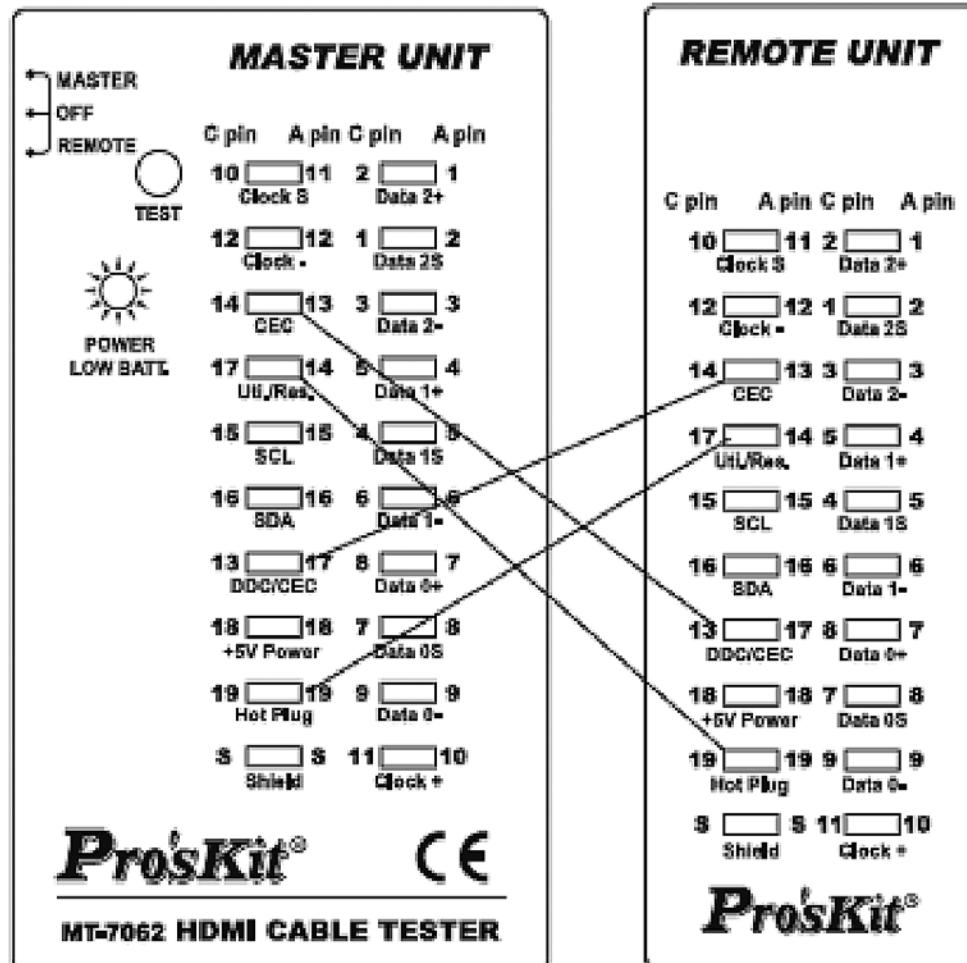

Рис. 9. Кросс, перекрестное подключение проводов (Crossover)
- Кросс, перекрестное подключение проводов (Crossover): индикаторы на основном блоке и модуле для удаленного контроля блока, в том числе и с кросом, будут светиться поочередно. Пример такой неисправности для кабеля HDMI A-A с перекрестным включением проводов 13–17 и 14–19 и для HDMI (тип A) — Mini-HDMI (тип C) с перекрестным включением проводов 13–17 и 14–19, а также для кабеля Mini-HDMI C-C с кросом проводов 13–17 и 14–19 приведен на рис. 9.